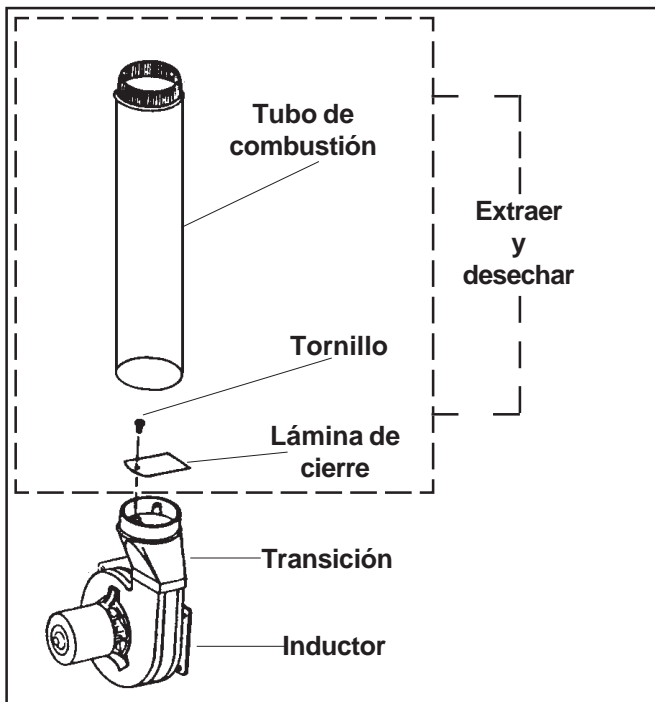

Figura 18. Modificación para la salida de humos horizontal de la G6RK
3. Para tener acceso a la lámina de cierre, hay que extraer y desechar el tubo de combustión del conjunto de la transición. **Hay que asegurarse de que el sellado entre el ensamblaje de inducción y el de transición no esté deteriorado.** (Ver figura 18)
4. Extraer y desechar la lámina de cierre y atornillar desde el ensamblaje de transición. (Ver figura 18)